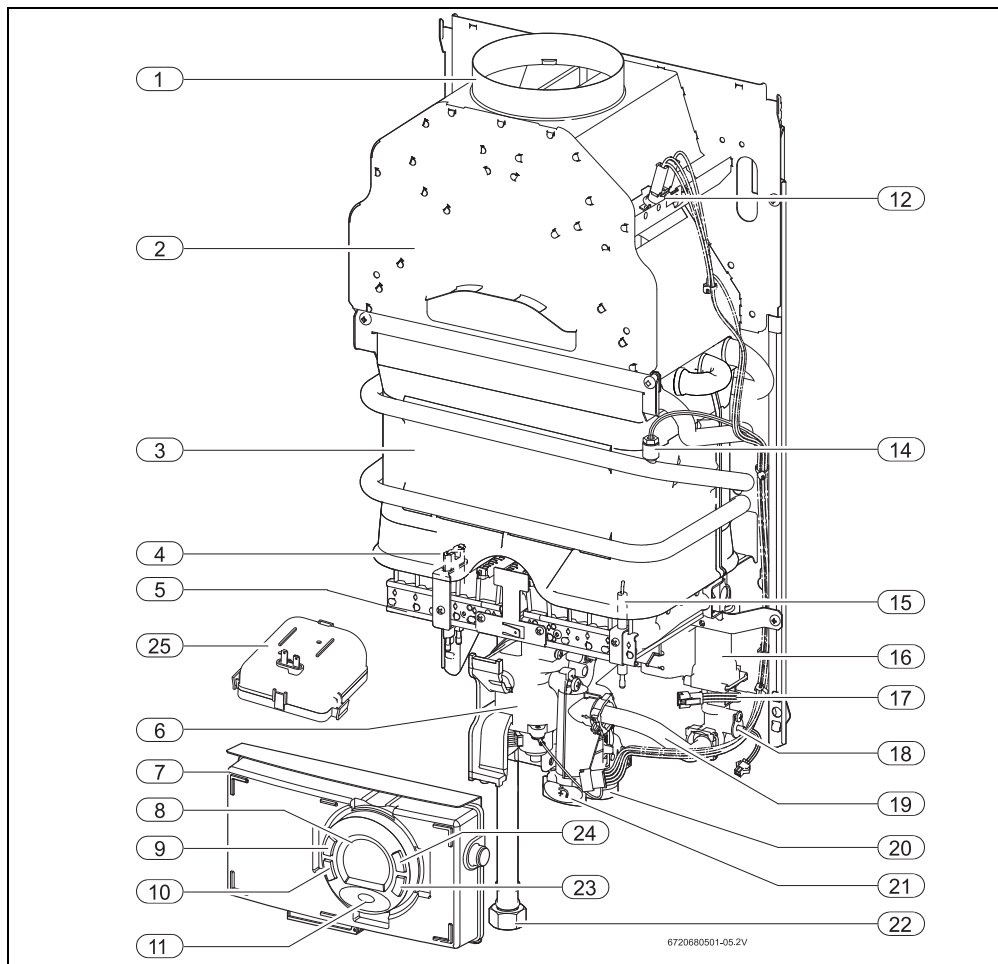

Fig. 2
- Colocar a tecla On/Off (→Fig. 2, [9]) em posição de funcionamento.
Sempre que se abrir uma torneira de água quente, o sensor de caudal de água (→Fig. 2, [17]) envia um sinal à unidade de comando. Depois de verificadas todas as condições para o correcto funcionamento do aparelho, inicia-se o processo de ignição:
- dá-se a produção de faíscas (→Fig. 2, [4]) e a válvula de gás abre (→Fig. 2, [6]).
- O eléctrodo de ionização (→Fig. 2, [15]) supervisiona o estado da chama